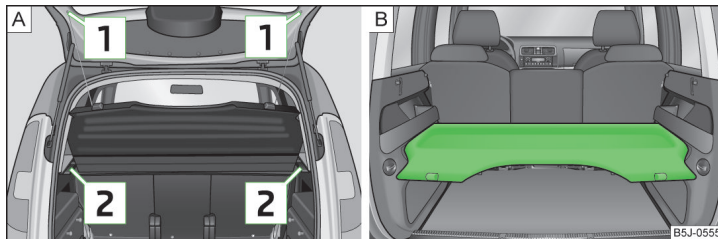

Abb. 64 Gepäckraumabdeckung ausbauen / Gepäckraumabdeckung in der unteren Position
- Die Haltebänder **1** » Abb. 64 aushängen.
Die Gepäckraumabdeckung kann auch in der unteren Position auf den Stützelementen angebracht werden » Abb. 64 - **B**.